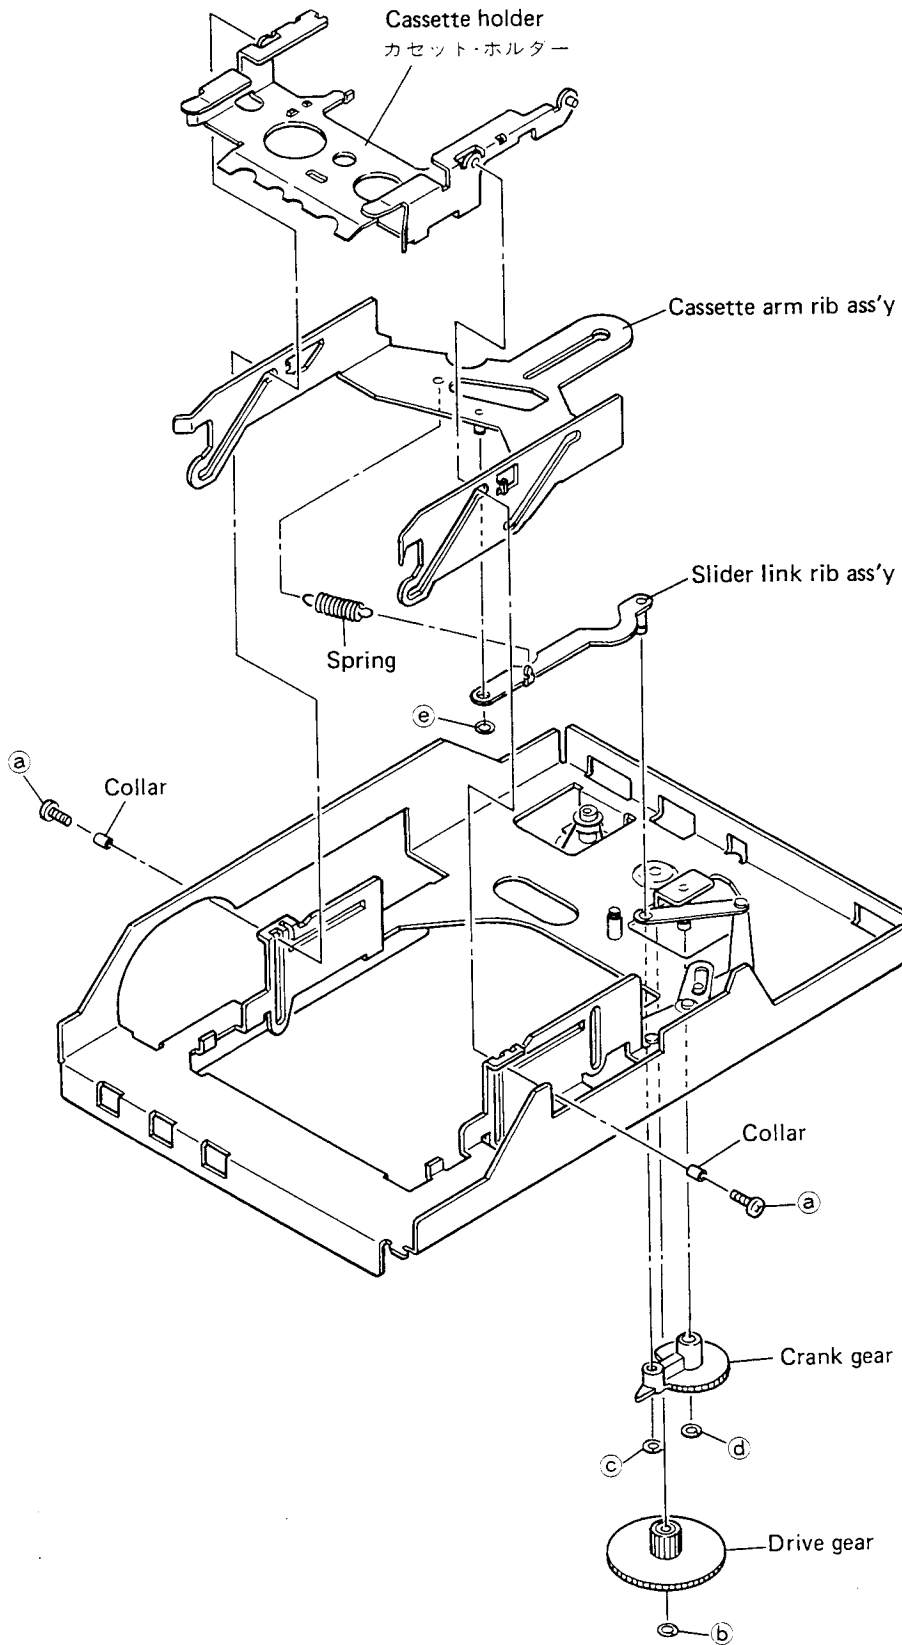

Fig. 2-18
2-3-8. Disassembly of the holder base block (Fig. 2-18)
2 - 3 - 8 . HOLDER BASE BLK の分解 (図2-18)
I. Remove two screws ㉑ and two collars shown in Fig. 2-18.
II. Slide the cassette arm rib ass'y shown in Fig. 2-18 backward by approx. 15cm, then remove the cassette holder.
I. Remove the spring shown in Fig. 2-18.
II. Remove washer ㉒ shown in Fig. 2-18, then remove the drive gear.
III. Remove washers ㉓ and ㉔ shown in Fig. 2-18, then remove the crank gear.
IV. Remove washer ㉕ shown in Fig. 2-18, then remove the cassette arm rib ass'y and slider link rib ass'y.
I. 図2-18のネジ㉑2本とCOLLAR2個を外す。
II. 図2-18のCASSETTE ARM RIV Assy を後方へ約15cm程度スライドさせて、カセット・ホルダーを取外す。
I. 図2-18の SPRING を外す。
II. 図2-18のワッシャー㉒を外し、DRIVE GEARを取外す。
III. 図2-18のワッシャー㉓とワッシャー㉔を外し、CRANK GEARを取外す。
IV. 図2-18のワッシャー㉕を外し、CASSETTE ARM RIV Assy とSLIDER LINK RIV Assyを取外す。
Note: When adjusting molded part A, manually turn the drive gear (Fig. 2-18) to elevate the cassette holder, then, move the cassette holder to the upper edge and adjust screw (a) through the cassette holder hole through which the reel ass'y comes out.
注) . 成型品Aを調整するときは、カセット・ホルダー昇降用ギア(DRIVE GEAR)(図2-18)を手動で回し、カセット・ホルダーを上端に移動させ、リール ASSY の出るカセット・ホルダーの穴からネジ①を調整して下さい。